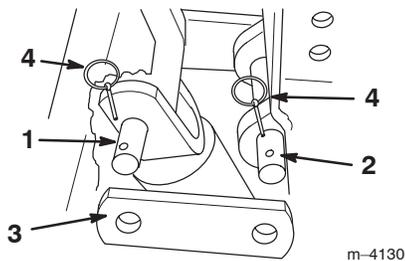
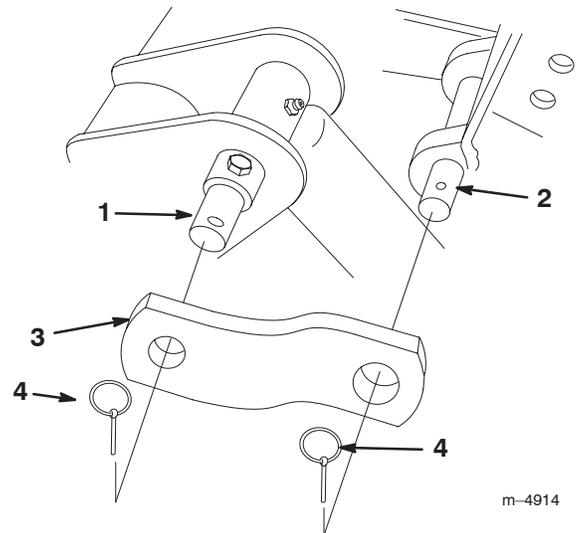

Figure 15
Figure 16
18. Glisser les deux biellettes sur chaque extrémité de l'axe de chape du vérin d'inclinaison et du pivot de la pelle rétro, et les fixer à l'aide de deux goupilles d'axe (Fig. 15 pour unité de traction Dingo série 200/300 ou Fig. 16 pour unité de traction Dingo TX).
4. Retirer les goupilles de fixation des biellettes et déposer les biellettes (Fig. 15 ou 16).